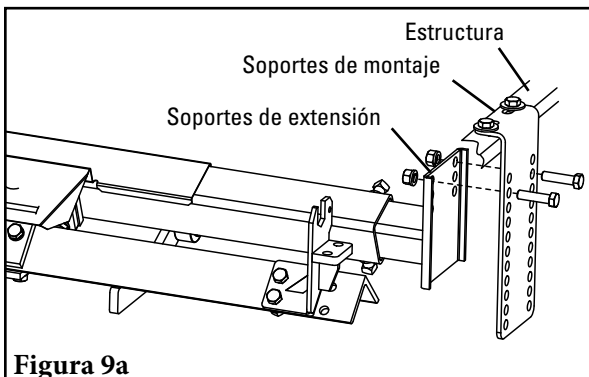

Figura 9a
9. **Levante el extremo del marco principal** y adjunte el soporte de extensión al soporte de montaje (Figura 9a). Asegúrese de que el marco principal está centrado en los soportes de extensión (la misma longitud de los extensores que se muestran en los dos lados) (Figura 9b).